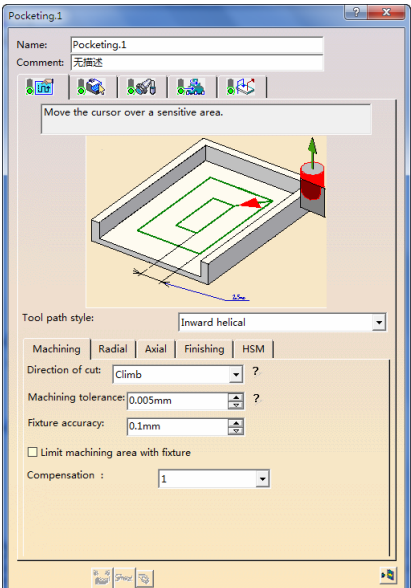

图 3-81 “Machining”选项卡（5）
● 在“Machining”选项卡 (5) 的“Tool path style”下拉列表中选择“Inward helical”，在“Machine tolerance”文本框中输入“0.005mm”，在“Direction of cut”下拉列表中选择“Climb”选项，如图 3-81 所示。